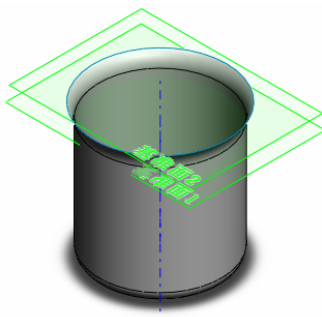
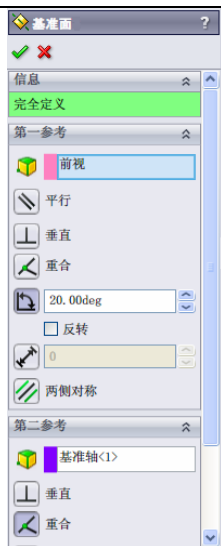
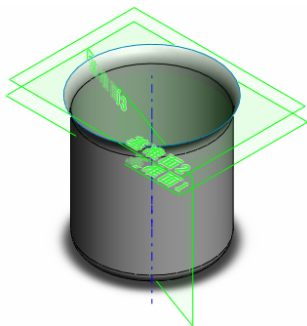

图 7-113 显示轴线后的图形
图 7-114 “基准面”属性管理器
图 7-115 添加基准面后的图形
⑦ 显示临时轴。选择菜单栏中的“视图”→“临时轴”命令，显示旋转曲面的临时轴，结果如图 7-113 所示。
⑧ 添加基准面。单击“参考几何体”工具栏中的“基准面”图标, 此时系统弹出“基准面”对话框。在“参考实体”一栏中，用鼠标选择图 7-113 中的临时轴线和“FeatureManager 设计树”中的“前视基准面”；在“两面夹角”一栏中输入值 20，此时属性管理器如图 7-114 所示。单击属性管理器中的“确定”图标按钮, 添加一个新的基准面，结果如图 7-115 所示。